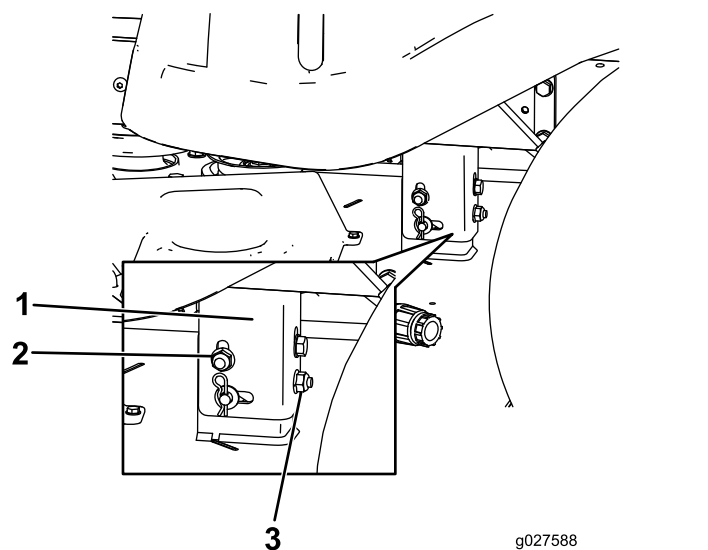

Figura 55
8. Eleve o baje el lado izquierdo de la carcasa de corte girando la tuerca trasera (Figura 55).